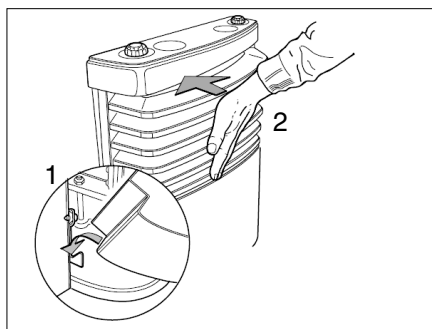

Bild 108 Heizungverkleidung anbringen
- Heizungverkleidung montieren. Dazu Verkleidung in die unteren Lager einhängen (Bild 108,1).
- Abdeckung einschwenken bis die Verriegelungshebel hörbar einrasten (Bild 108,2).